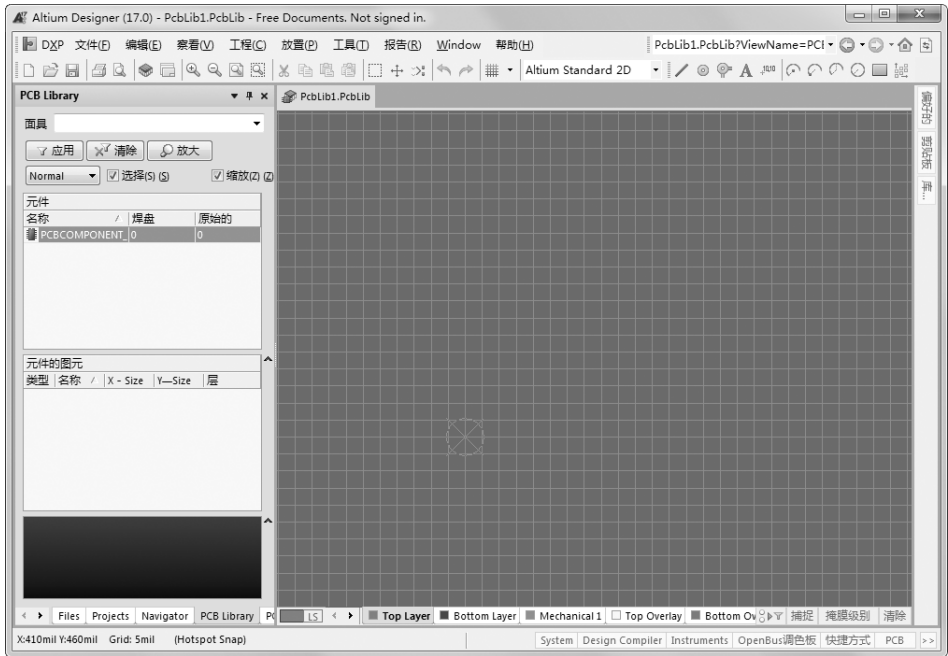

图 11-21 PCB 库编辑器
(2) 保存并更改该 PCB 库文件名称，这里改名为“NewPcbLib. PcbLib”。可以看到，在“Project”（工程）面板的 PCB 库文件管理夹中出现了所需要的 PCB 库文件，双击该文件即可进入 PCB 库编辑器，如图 11-21 所示。